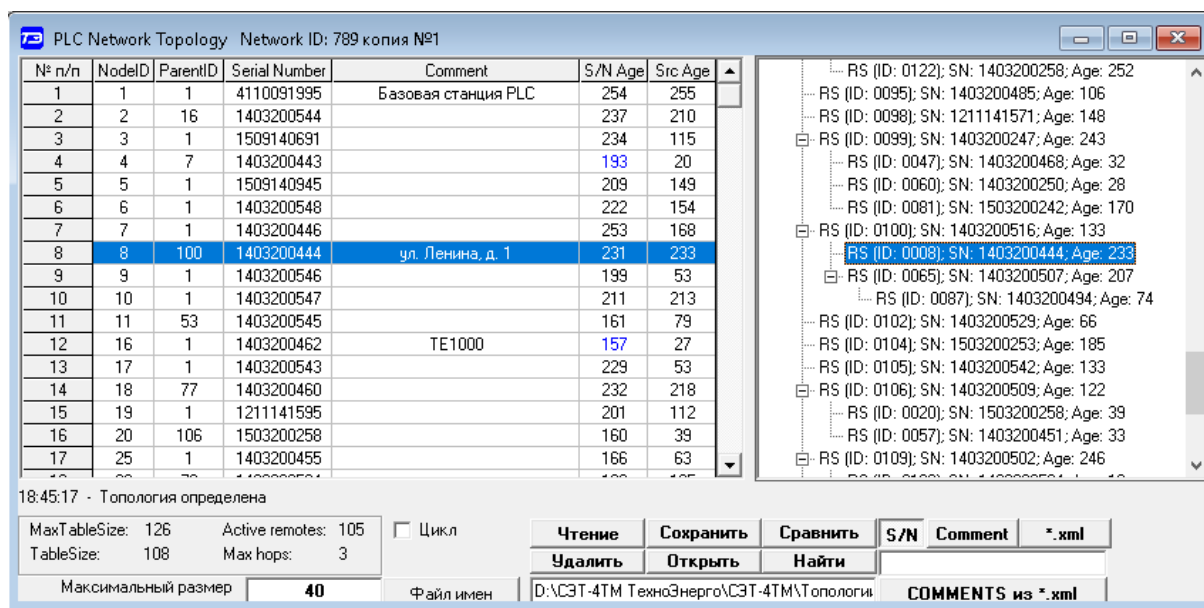

Рисунок 71 – Форма «Топология PLC сети»
5.2.9.3 В левой части таблицы (рисунок 71) перечислены идентификаторы удаленных модемов (Node ID, короткие сетевые адреса), которые им были присвоены базовой станцией в момент первого подключения, идентификаторы ретрансляторов (Parent ID), через которые удаленные модемы подключаются к базовой станции, и серийные номера (расширенные адреса) удаленных модемов. Кроме того, в левой части таблицы приведены параметры S/N Age и Src Age, характеризующие время жизни соединения. Оба этих параметра должны быть одинаковыми или отличаться на 1-4 единицы, если с удаленным модемом нет обмена. Если оба параметра или Src Age равны нулю, то это означает, что удаленный модем не подтвердил свое подключение к базовой станции в течение установленного времени.
5.2.9.6 В правой части таблицы (рисунок 71) представлена топология сети в виде дерева, из которой визуально можно определить, каким образом удаленные модем подключены к BS. Так модем с ID=0008 находится на расстоянии двух хопов от базовой станции и подключен к ней через два ретранслятора с ID=0100.